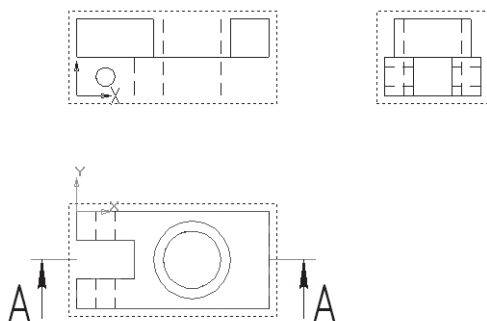

Рис. 325
- увеличьте изображение и, не отпуская ЛКМ, установите фантом, как показано на рис. 325 (исчезновение некоторых линий говорит о точном совпадении фантома с видом);